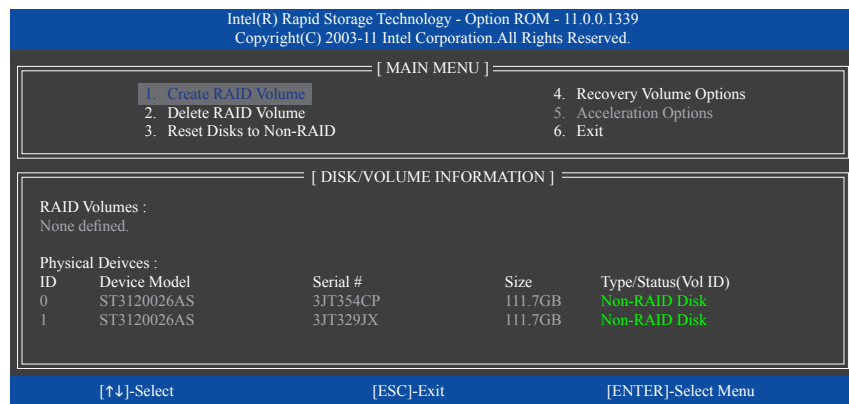

図 3
**<Ctrl> + **を押すと、**MAIN MENU** スクリーンが表示されます (図 3)。